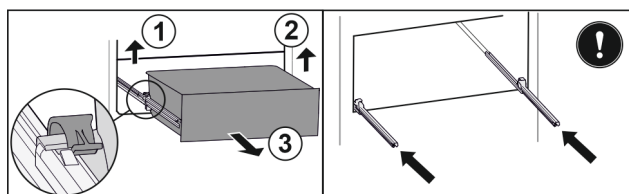

Fig. 126
- Linke Klemme anheben und gleichzeitig Schubfach links nach vorne ziehen. Fig. 126 (1)
- Rechte Klemme anheben und gleichzeitig Schubfach rechts nach vorne ziehen. Fig. 126 (2)
- Schubfach nach vorne entnehmen. Fig. 126 (3)